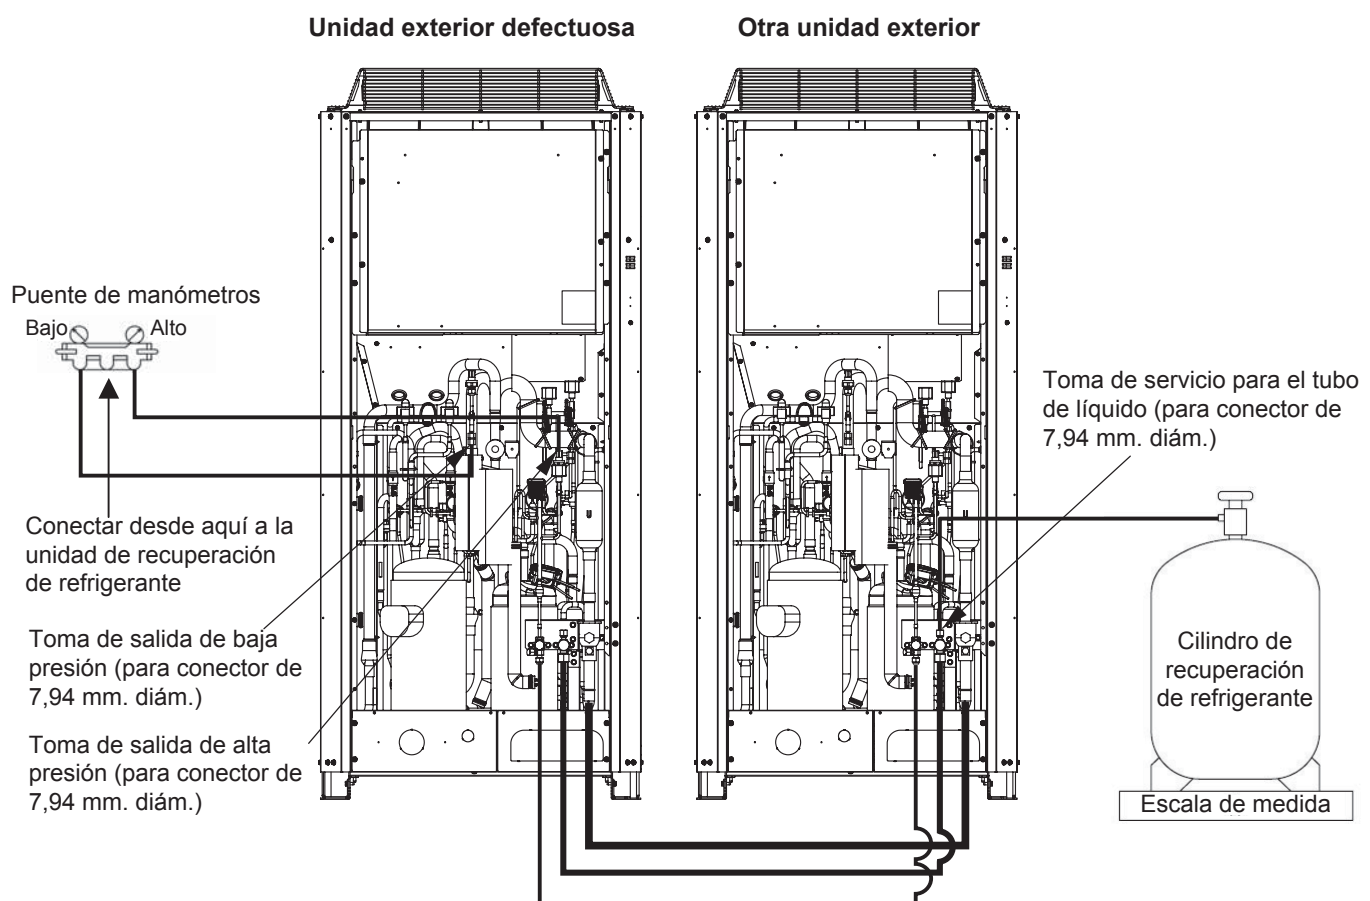

Fig. 14
- (1) Consultar «3. Operación de backup» y ejecutarla.
- (2) Conectar el puente de manómetros del lado baja presión a la toma de salida de baja presión de la unidad exterior a reparar. Conectar también el cilindro de recuperación de refrigerante a cualquiera de las dos unidades exteriores normales en la toma de servicio de la línea de líquido (válvula Schrader de tipo apretar para abrir). Ejecutar rápidamente la conexión, de manera que no llegue a infiltrarse aire. (Fig. 14)
Conectar también el cilindro de recuperación de refrigerante a cualquiera de las dos unidades exteriores normales en la toma de servicio de la línea de líquido (válvula Schrader de tipo apretar para abrir). Ejecutar rápidamente la conexión, de manera que no llegue a infiltrarse aire. (Fig. 14)